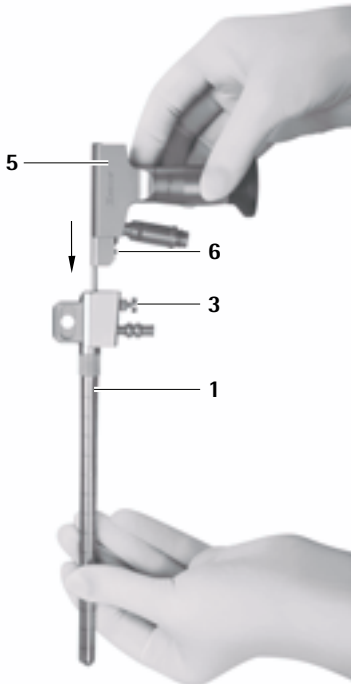

Abb. 2
- Endoskop **5** im MINOP inVent-Troker **1** verriegeln, siehe Abb. 2.